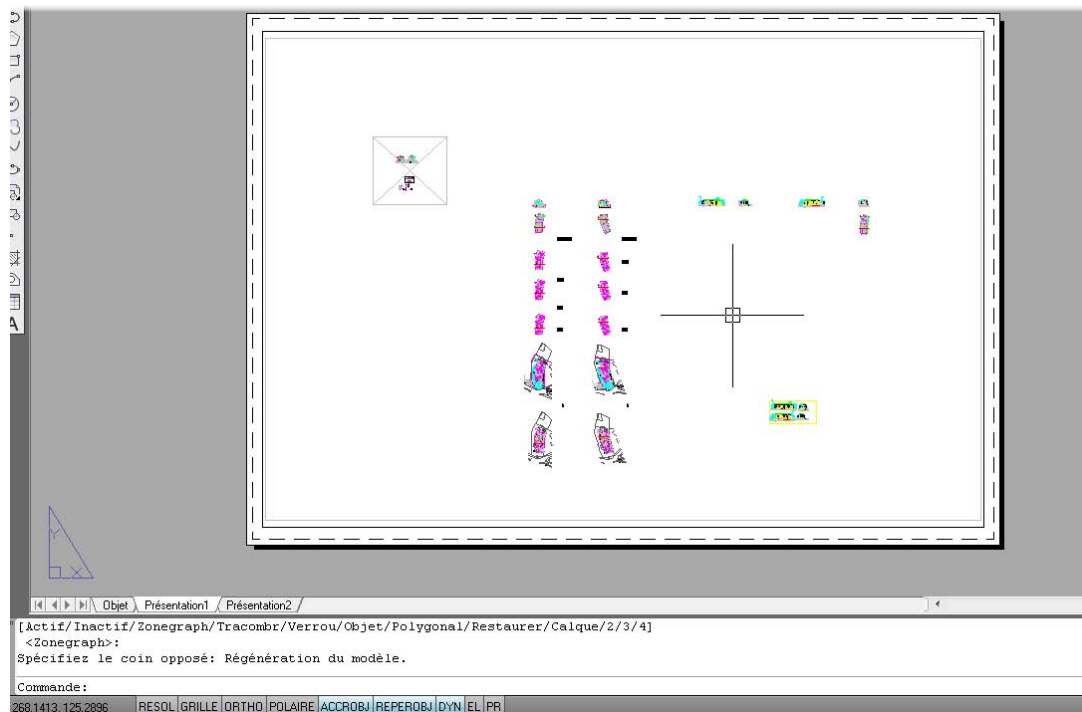

Figure 6.16
16. La fenêtre est créée. Rappelons qu'il s'agit d'une fenêtre sur l'espace objet, le dessin. Ici, on aperçoit le dessin dans sa globalité (voir Figure 6.16). En effet, AutoCAD n'a effectué ni mise à l'échelle, ni cadrage sur une partie particulière du dessin. C'est ce que nous allons faire maintenant.